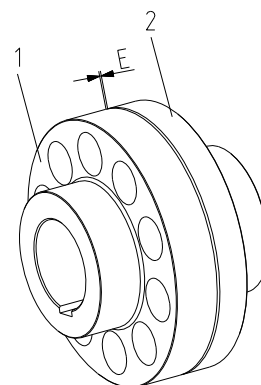

図 11
- ハブの端面間距離が寸法 E になるまで機械を軸方向に移動して下さい(図 11 をご参照)。